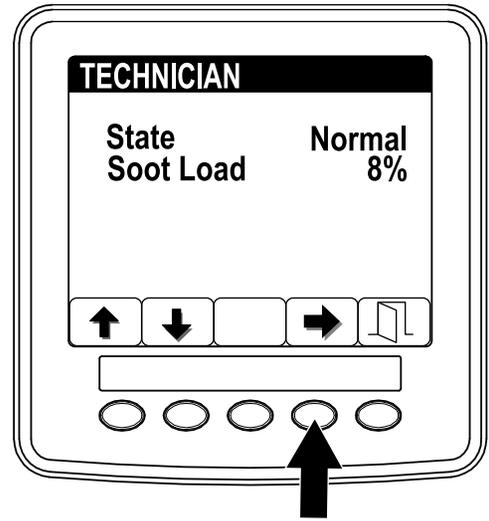

Figure 37
- Reportez-vous au tableau de fonctionnement du FAP pour comprendre l'état actuel de fonctionnement du FAP (Figure 37).